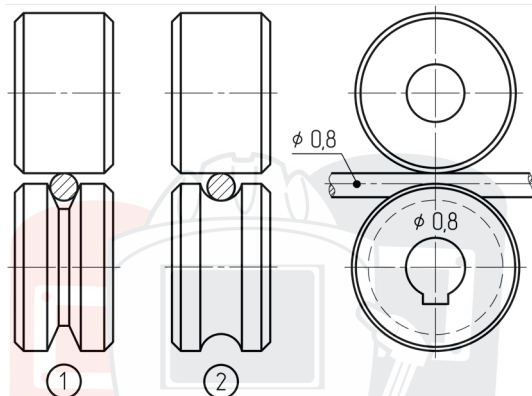

Рис. 7.6. Выбор подающего ролика.
- форма канавки соответствует типу сварочной проволоки (см. рис. 7.6).